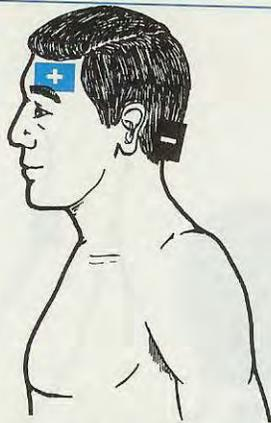

Fig.16 CEFALEA SOVRAORBITARIA: per alleviare questo dolore applicate le due placche come qui illustrato.
2) Cefalea sovraorbitaria (Fig. 16)